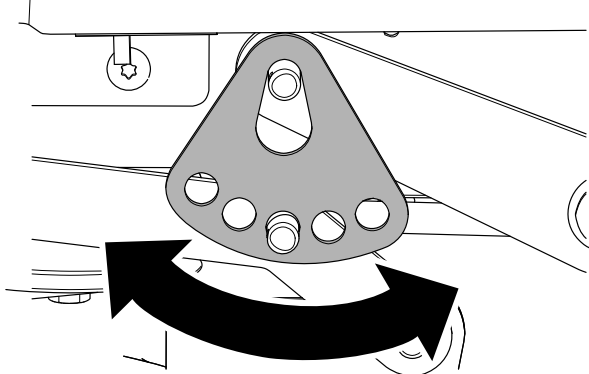

Figure 67
7. Tournez la plaque de hauteur de coupe à un trou différent pour que le poids du tablier de coupe soit soutenu après l'installation de la plaque (Figure 67).
8. Installez la rondelle et la goupille fendue (Figure 67).